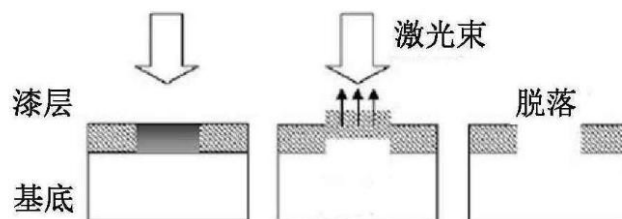

图 2.2. 激光致污垢受热膨胀脱落示意图
2.1.2 激光光束通过调整聚焦系统可以在聚焦焦点处控制激光能量密度，在合适的激光能量密度下，污垢吸收能量后受热发生膨胀，当污垢的膨胀效果大于基底对污垢的吸附效果时，污垢就会松动脱离基底表面，见下图 2.2。